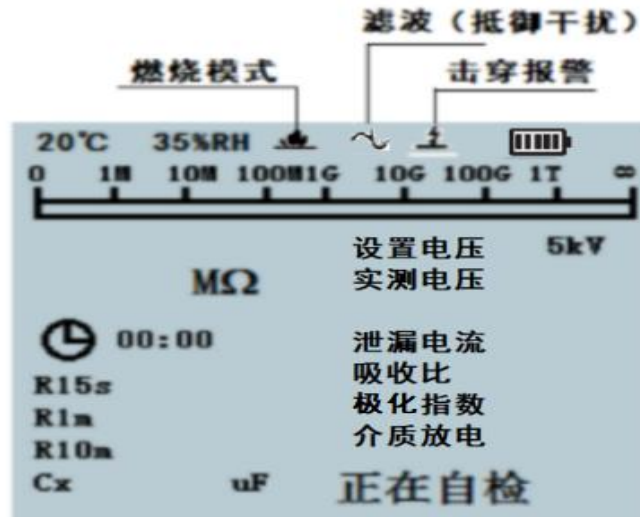

图 4.1 正在自检
1. 按“开/关”键 2 秒左右，仪器开机液晶屏进入主界面，此时液晶屏显示“正在自检”闪烁，闪烁停止时自检完成。【如图 4.1 所示】